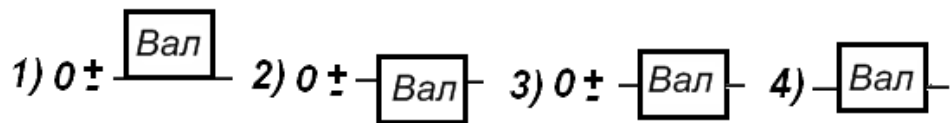

Рис. 1.4. Ескізи до запитання 31
31. Яка із наведених схем (рис. 1.4) відповідає даним відхилам: $\varnothing 24^{+0,01}_{-0,05}$.